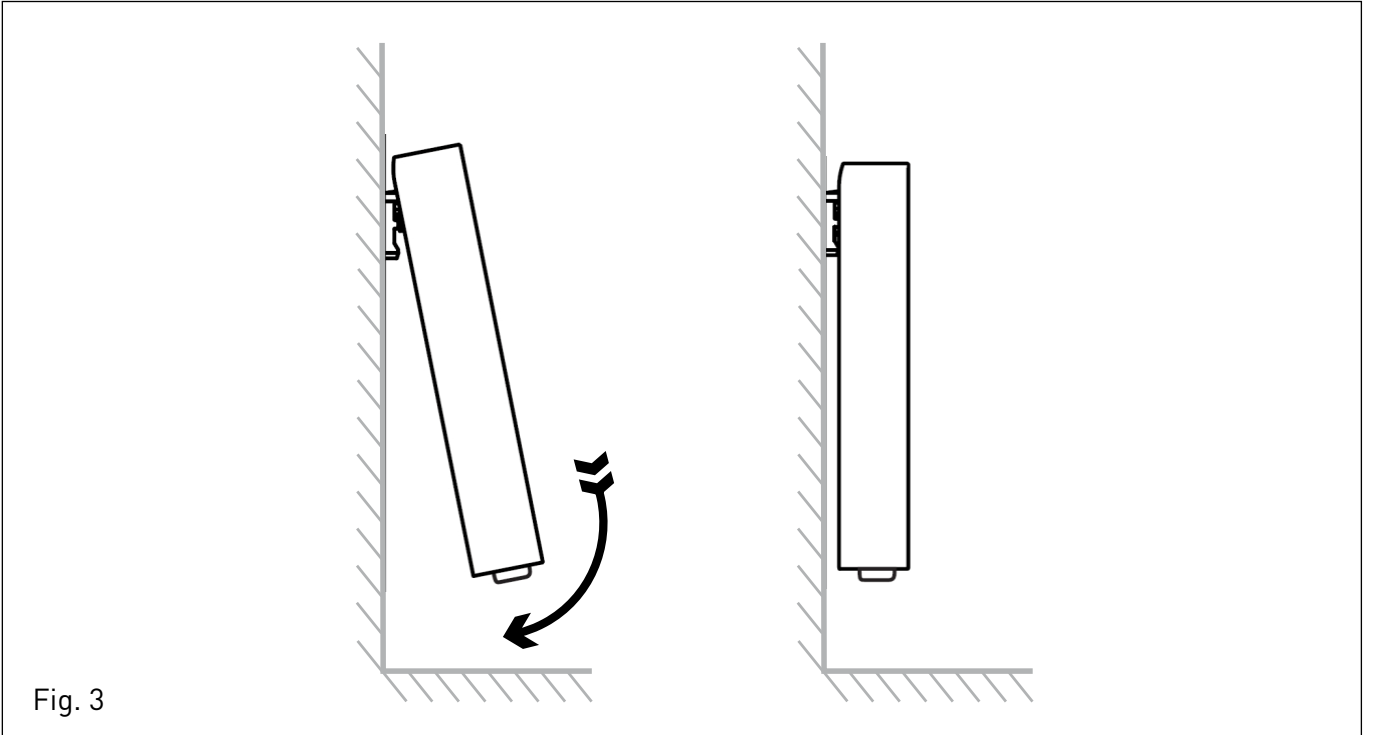
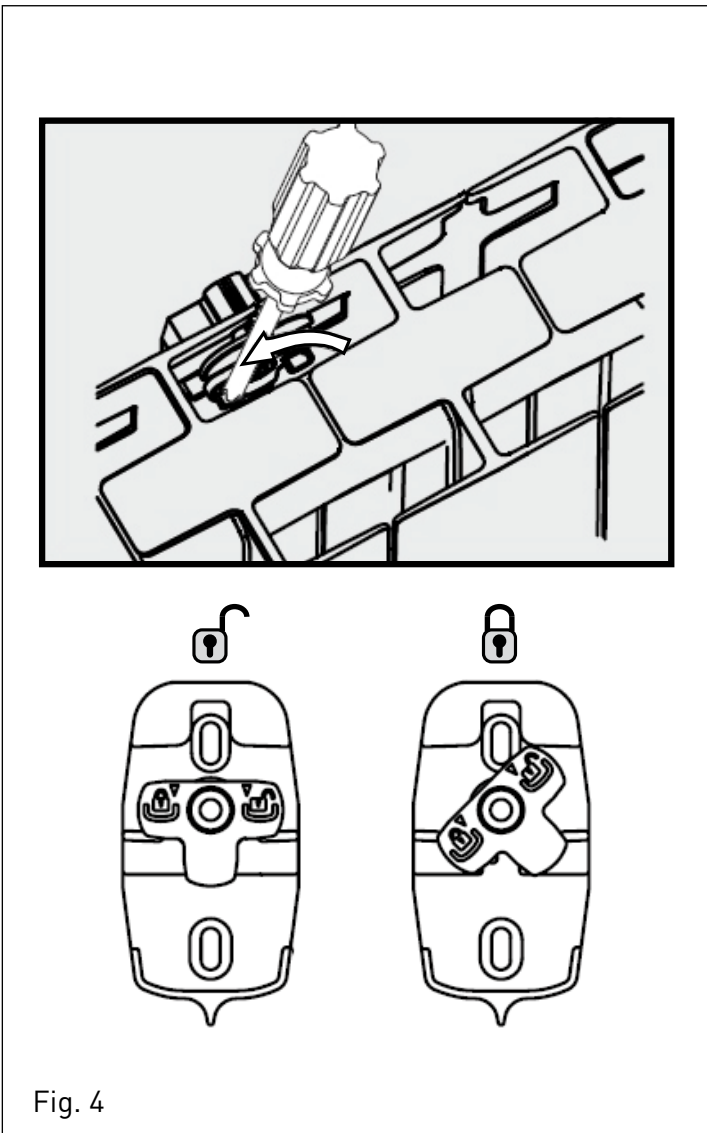

Fig. 3
Fig. 4
- Cuelgue el emisor (**Fig. 3**) y mediante un destornillador bloquee los dos soportes (**Fig. 4**) para evitar que el emisor sea descolgado.